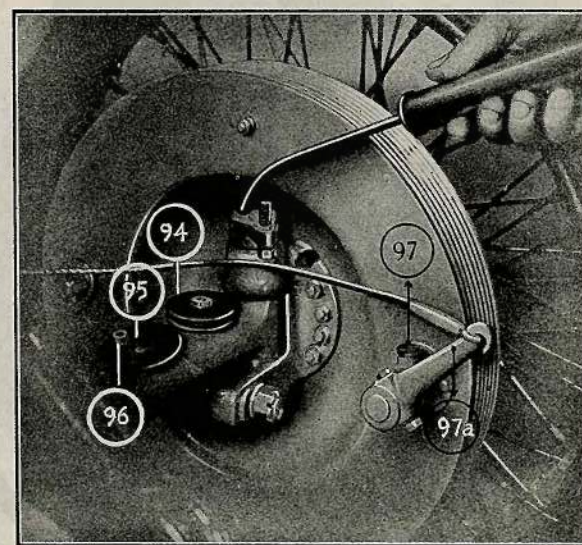

FIG. 24
axe de pivot avec de l'huile minérale en employant une seringue remplie d'huile. Pour le faire il suffit pour graisser de braquer les roues à fond vers la gauche et de déplacer avec la main la poulie du câble de façon à découvrir le trou de graissage dans lequel on engagera le bec de la seringue. Pour graisser à droite il suffit après avoir braqué les roues complètement vers la droite, de répéter la même opération. Pour bien montrer cette opération, on a représenté sur la fig. 24 la poulie démontée (94) avec son chapeau (95) et écrou (96). Pour bien faire cette opération il est recommandé de mettre un cric sous l'essieu